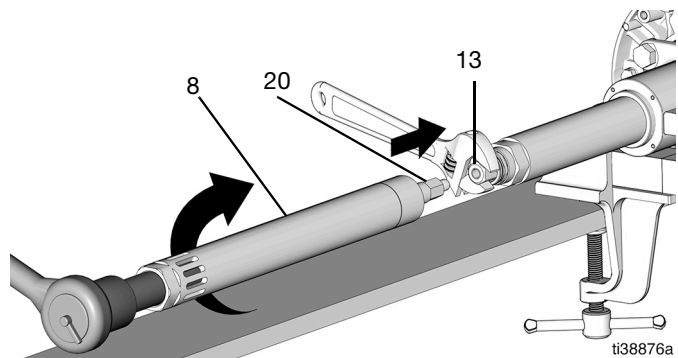

Рис. 32
17. Установите впускной патрубок насоса, подсоедините шток всасывающего ковша (20), расположенный в нижней части впускного патрубка насоса (8), и присоедините соединительный шток (13), используя торцевой ключ на 3/4 дюйм., а затем затяните соединение (момент затяжки 67,8–81,3 Н•м / 50–60 фут.-фунт.) (Рис. 32).